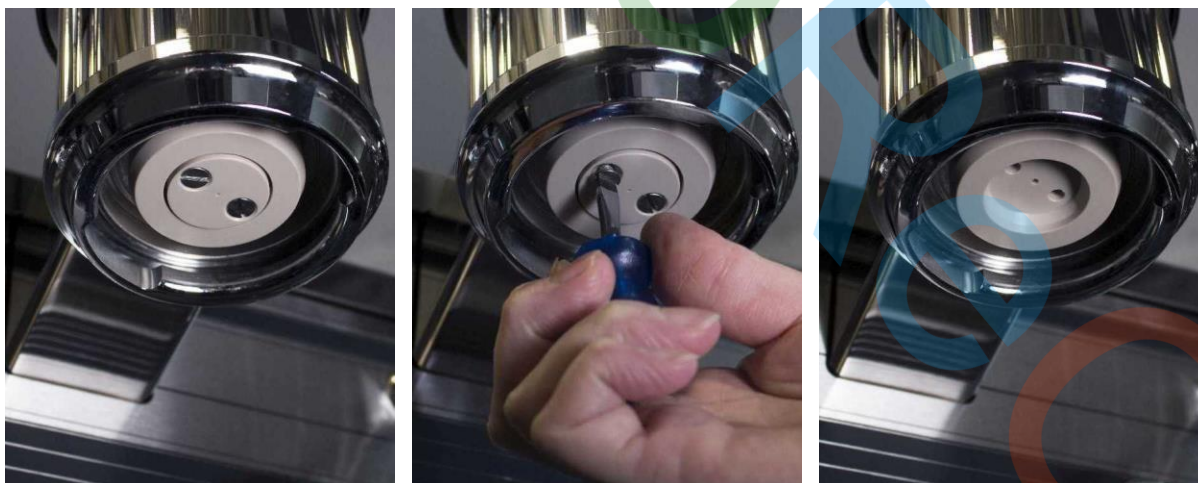

Рис. 17. Комплект рассеивателя, установленный в головке группы. Снимите 2 винта. Дисперсионная пластина выпадет. Основание рассеивателя остается в группе.
2. Снимите два болта с пластиковой дисперсионной пластины с помощью короткой отвертки (см. Рисунок 17), дисперсионная пластина выпадет. Будьте осторожны с этими винтами, они имеют определенную длину, чтобы соответствовать толщине дисперсионной пластины.